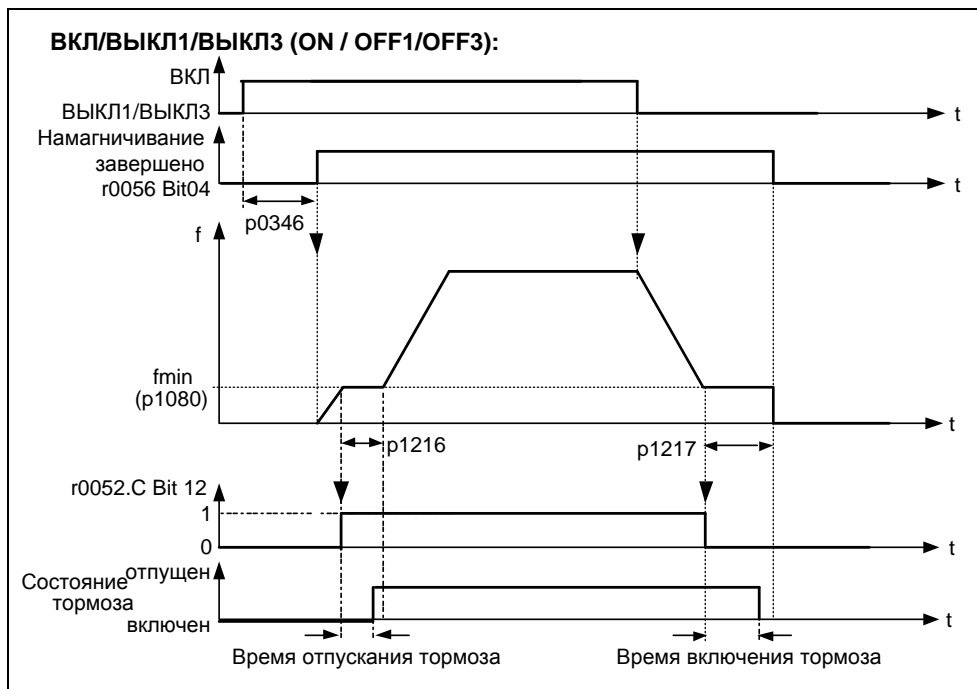
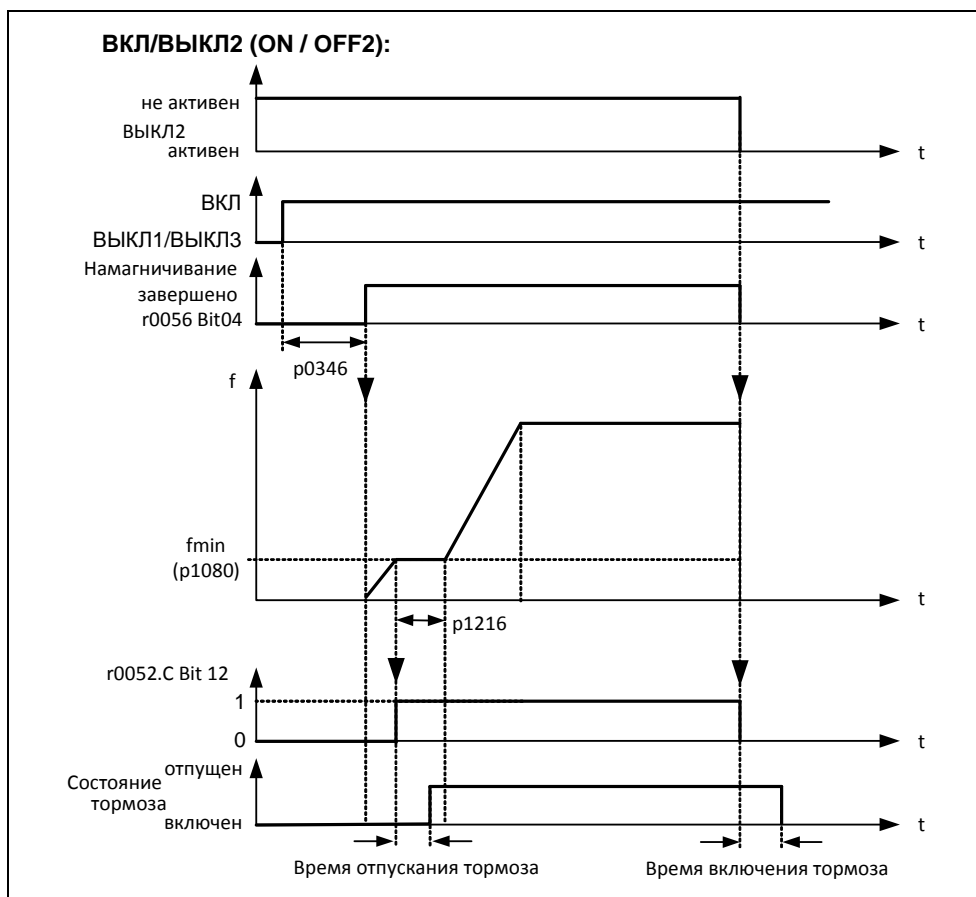

Рис. 3-68 Стояночный тормоз двигателя после ВКЛ / ВЫКЛ1
Рис. 3-69 Стояночный тормоз двигателя после ВЫКЛ2
Перед отпусканием тормоза необходимо снять запрет импульсов и подать ток, удерживающий привод в текущей позиции. При этом подводимый ток определяется мин. частотой P1080. Тип значением здесь является ном. скольжение двигателя r0330. Во избежание долгосрочных повреждений стояночного тормоза разрешается включать двигатель только после продувки тормоза (время продувки тормоза 35 мс ... 500 мс). Эта задержка должна быть учтена в параметре P1216 "Задержка разрешения стояночного тормоза" (см. рис. 3-68).
Включение стояночного тормоза инициируется либо через ВЫКЛ1 / ВЫКЛ3, либо ВЫКЛ2. При ВЫКЛ1 / ВЫКЛ3 на двигатель при достижении им мин. частоты P1080 эта частота подается до включения тормоза (время активации тормоза 15 мс ... 300 мс). Длительность задается через параметр P1217 "Время задержки торможения" (см. рис. 3-68). Ели же, напротив, следует команда ВЫКЛ2, то, независимо от состояния привода, сигнал состояния r0052 Bit 12 "Стояночный тормоз двигателя активен" сбрасывается. Т.е. тормоз активируется сразу же после ВЫКЛ2 (см. рис. 3-69).
- ◆ Для отпускания/включения цифровой выход в точке 1/2 (см. рисунок 3-68) управляет стояночным тормозом двигателя. Условием является активация стояночного тормоза двигателя P1215 и выбор стояночного тормоза двигателя для цифрового выхода.